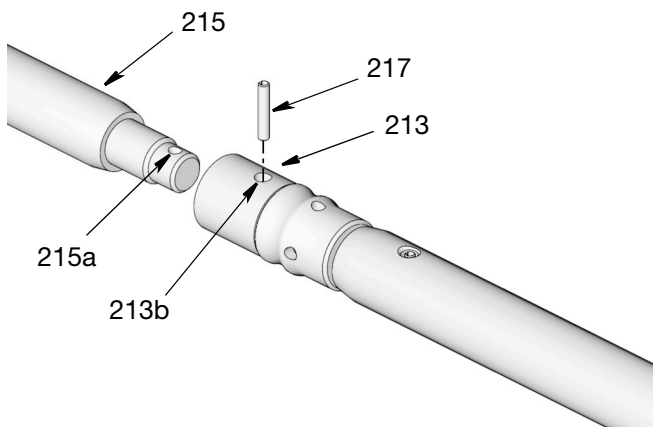

图 40
8. 将填料杆 (215) 拧入 活塞杆 (213) 的端部。用手将两个部件拧紧在一起, 端头的孔 (215a) 与孔 (213b) 对齐 (图 40)。
9. 穿过对齐的孔 (215a) 和 (213b) 装上销钉 (217)。(图 40)。根据需要对杆 (215 和 213) 进行支撑, 确保杆不会弯曲。使用夹子和锤子将销钉装在杆内。